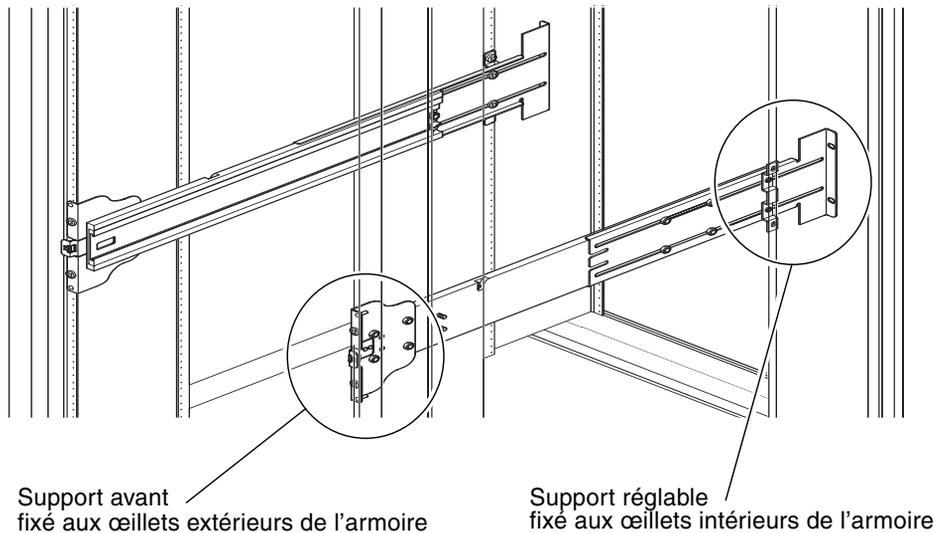

FIGURE 1-6 Installation des rails coulissants dans une armoire Sun Fire
3. Insérez les broches du support avant dans les trous 22 et 33 de l'armoire (voir FIGURE 1-6).
3. Insérez les broches du support avant dans les trous 58 et 69 de l'armoire (voir FIGURE 1-6).